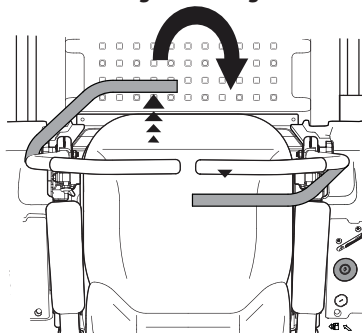

Figure 3-11
2. Pour tourner à droite, poussez la barre de conduite gauche vers l'avant tout en tirant la barre de conduite droite vers l'arrière. Voir Figure 3-11.